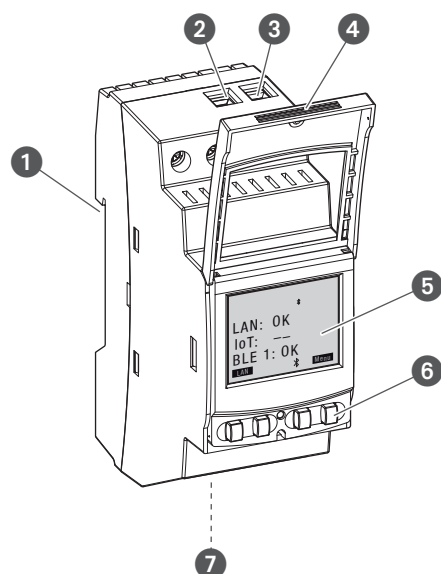

Fig. 1: Módulo LAN
El módulo LAN se monta en el carril DIN por medio de un sistema de montaje rápido (fig. 1/❶) y se conecta a la red LAN a través de la interfaz Ethernet; permite administrar cómodamente hasta cinco interruptores horarios de carril DIN talento smart S25. Su programa puede leerse y transferirse cómodamente por medio de un PC conectado a la red LAN o bien a través de una red Wifi con un dispositivo móvil. Los interruptores horarios de carril DIN están conectados al módulo LAN a través de Bluetooth. La frecuencia de la señal de radio es de 2,4 GHz y la potencia máxima de emisión de 1,8 mW.